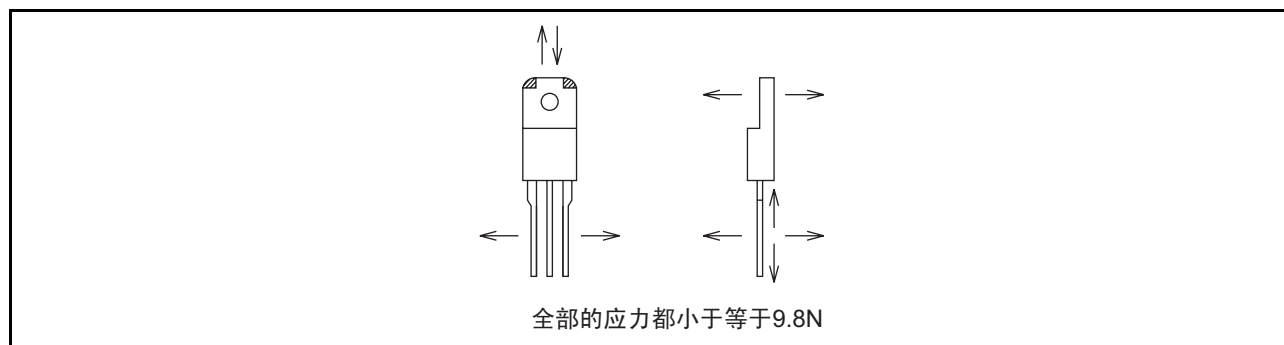

图14 对电极引脚的应力
如果对器件的电极引脚（包含安装的部分）施加过分的应力，就会对器件造成损伤，图14中用箭头表示的负载必须全部小于等于9.8N。
- (a) 准备为了不施加如图14所示应力的专用夹具或者两把细长的扁嘴钳，请用一把钳子夹在引脚上弯折处与晶体管主体之间的引脚部分，再用另一把钳子夹住剩余的引脚部分进行弯折。